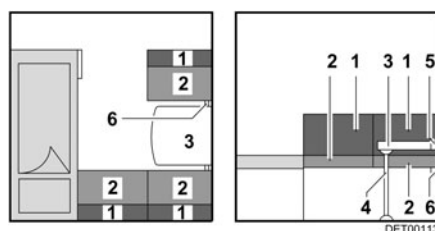

Fig. 87 Antes de la transformación
- Desplazar la mesa (Fig. 87,3) 45° hacia arriba y extraer el listón de sujeción superior (Fig. 87,5).
- Retirar el pie de la mesa (Fig. 87,4).
- Meter el listón (Fig. 87,6) o tirarlo hacia el centro. El listón está en la posición correcta si apoya el tablero de mesa directamente detrás del alojamiento para la pata de mesa.